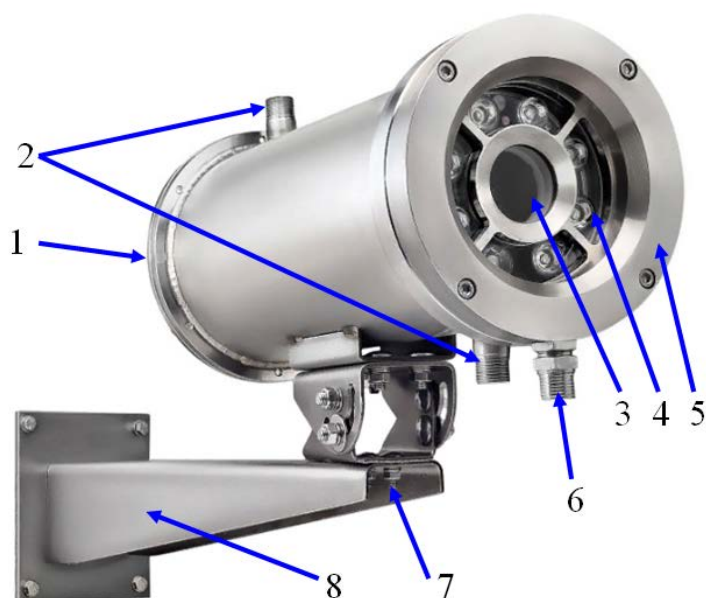

Рисунок 3 – Внешний вид термокожуха
Охлаждение внутреннего пространства термокожуха реализовано по принципу «водяной рубашки», применяемой в системе охлаждения автомобильных двигателей. Роль охлаждающей жидкости выполняет вода. Полая наружная оболочка кожуха имеет 2 штуцера для подключения к водяной магистрали (2), рис. 3. В нижний штуцер оболочки подается под давлением холодная вода. Протекая по полости наружной оболочки термокожуха, вода отбирает избыточное тепло и уносит его через верхний штуцер оболочки кожуха. Выход нагретой воды через верхний штуцер обеспечивает гарантированное заполнение всего объема.
- Открутить винт крепления крепежно-юстировочного устройства (7) и отсоединить от него термокожух, рис. 3;
- Определить место установки и закрепить крепежно-юстировочное устройство (8) к рабочей поверхности, рис. 3;
- Установить термокожух на крепежно-юстировочное устройство (8) и зафиксировать при помощи винтов (7), рис. 3;